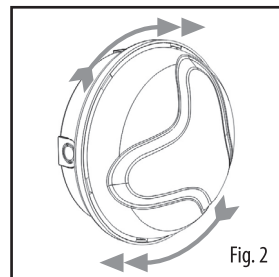

Fig. 2
- Pour l'entretien ouvrez le plafonnier en enfilant dans les 4 fentes prévues à cet effet un tournevis plat que vous utiliserez comme un levier (fig. 2).
- Aby przeprowadzić konserwację należy otworzyć plafonierę wsuwając w tym celu w 4 specjalne szczeliny wkrętak płaski i podważając (rys. 2).
- Inserire la calotta sulla base e chiuderla ruotandola in senso orario (fig. 2).
- Fit the diffuser to the base and close it by rotating clockwise (fig. 2).
- Coloque a calota sobre a base e feche-a girando-a no sentido horário (fig. 2).
- Die Haube an der Basis befestigen und schließen, indem sie nach links gedreht wird (Abb. 2).
- Introducir la tapa en la base y cerrarla girándola en el sentido de las agujas del reloj (fig. 2).
- Enflez la calotte sur la base et fermez-la en la faisant tourner en sens horaire (fig. 2).
- Zamontować klosz do podstawy i zablokować obracając go w kierunku zgodnym z ruchem wskazówek zegara (rys. 2).